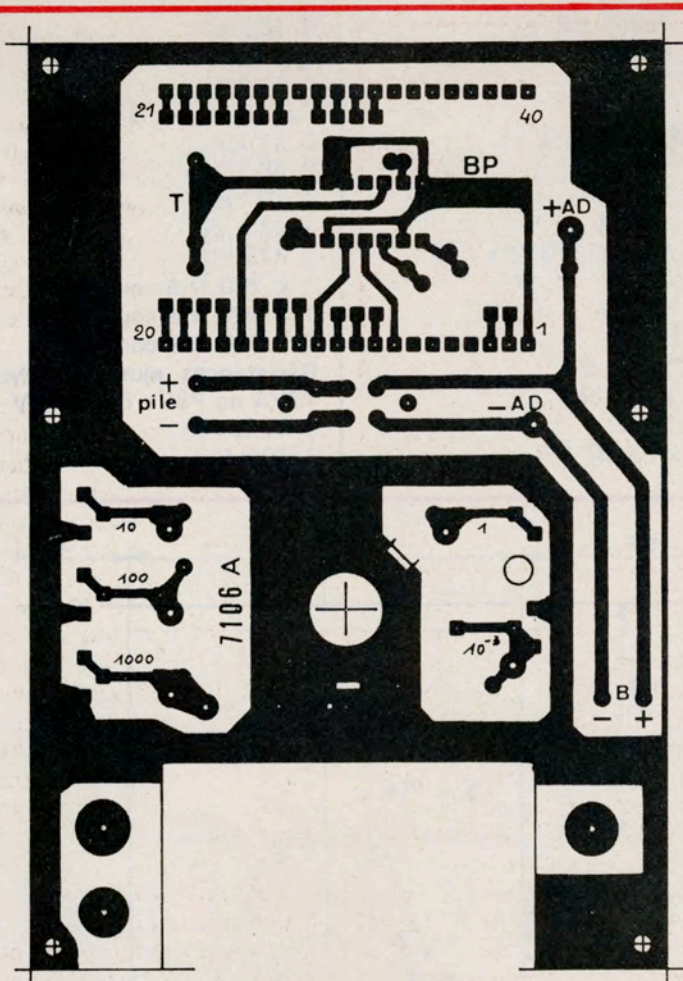

Fig. 7. - C.I. A.
- **Le C.I.A.** Voir figure 7. C'est le circuit de base, en époxy simple face. Il porte l'afficheur 3902, le 4030, les shunts d'intensité, les douilles d'entrées.